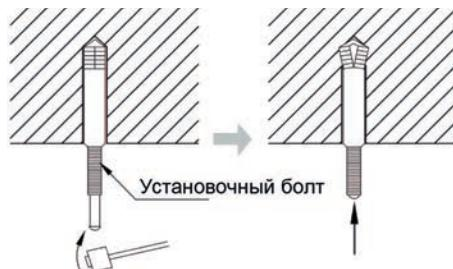

Рис. 4.
- Установите анкерные болты M10 в отверстия, как показано на рис. 4.